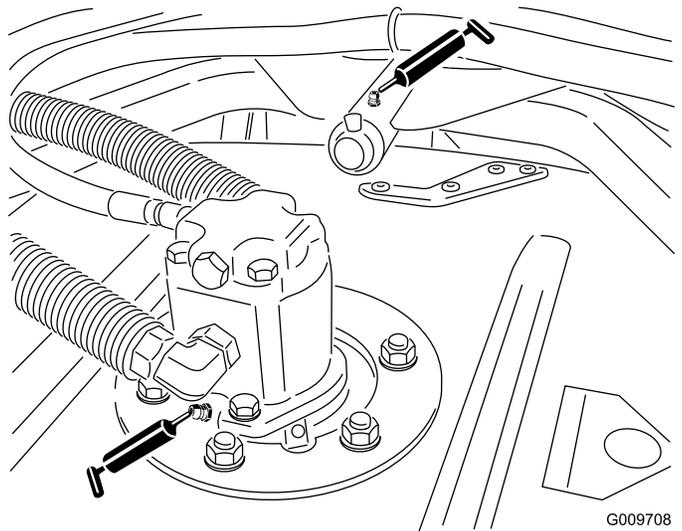

Рисунок 39
- Подшипники шпинделя режущего блока (по 2 шт. на каждый режущий блок), как показано на Рисунок 39
- Втулки несущего рычага режущего блока (по 1 шт. на каждом режущем блоке), как показано на Рисунок 39